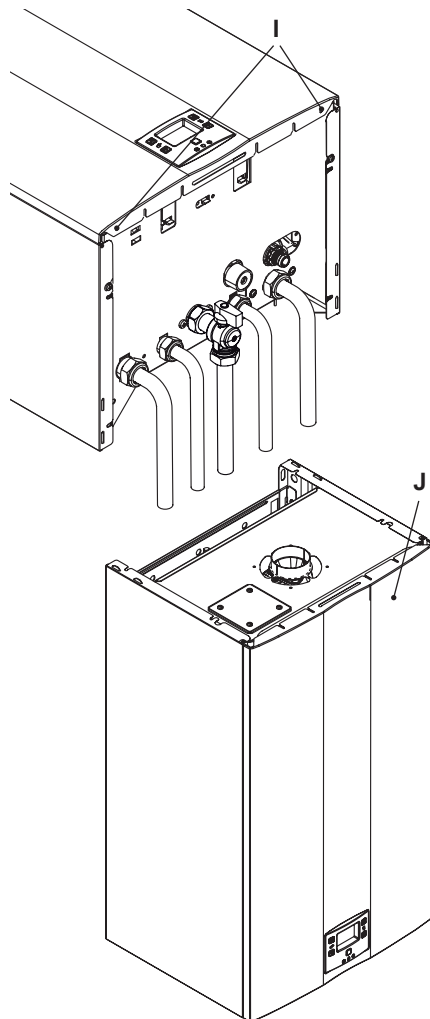

Рис. 5.17
- Снимите винты I, затем снимите переднюю панель J, потянув ее на себя и подтолкнув вверх, чтобы высвободить из верхних пазов (Рис. 5.17).